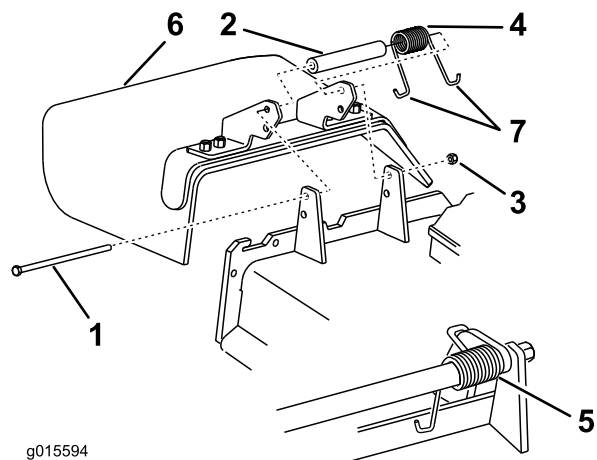

図 42
1. デフレクタをデッキのピボットブラケットに固定しているロックナット、ボルト、スプリング、スペーサを外す(図 42)。破損または古くなっているデフレクタを取り外す。
**注** 必ず、スプリングの J フック端の1つをデッキエッジの後ろに引っ掛け、それからボルトを 図 42 のように取り付けてください。
3. ボルトとナットを取り付ける。J 形端部のひとつをデフレクタに引っ掛ける 図 42。